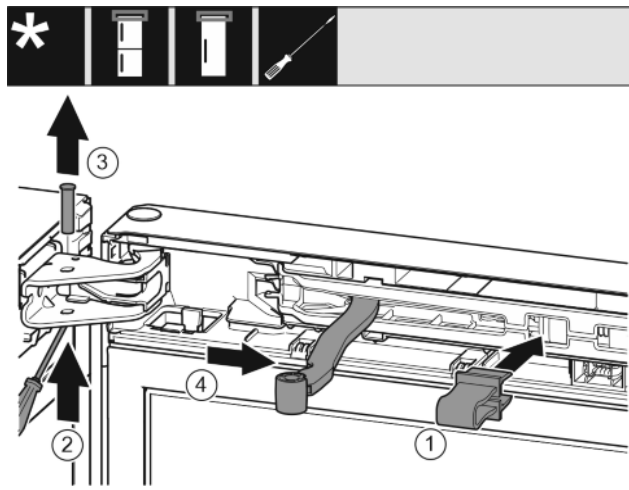

Fig. 7
► Encajar un seguro en la apertura. Fig. 7 (1)
► Desenroscar el perno con el destornillador. Fig. 7 (2)
► Extraer el perno hacia arriba. Fig. 7 (3)
► Girar la articulación en dirección a la puerta. Fig. 7 (4)